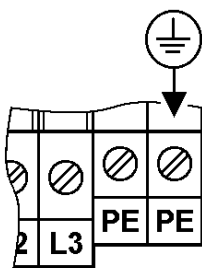

Fig. 21 : Mise à la terre supplémentaire
- En raison du courant de décharge plus élevé, il faut raccorder une mise à la terre renforcée conformément à la norme EN 50 178 (fig. 21).